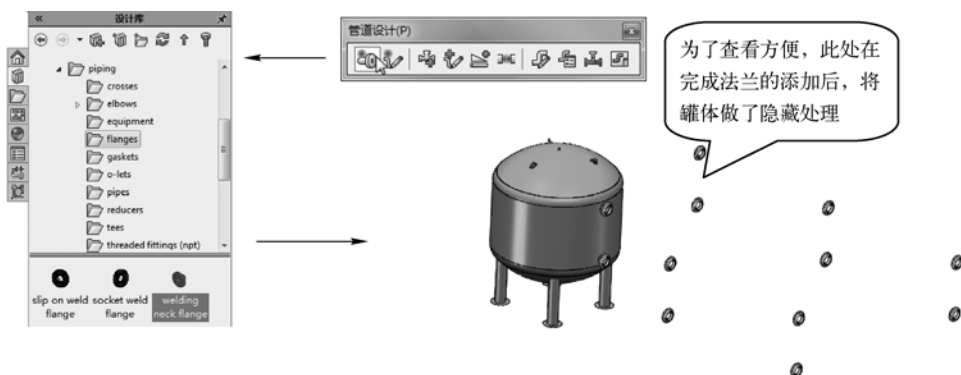

图 3-32 添加多个法兰
STEP 2 单击“管道设计”工具栏中的“通过拖/放来开始”按钮，打开设计库，并拖放多个“welding neck flange”法兰件到罐体的接口处，如图 3-32 所示。